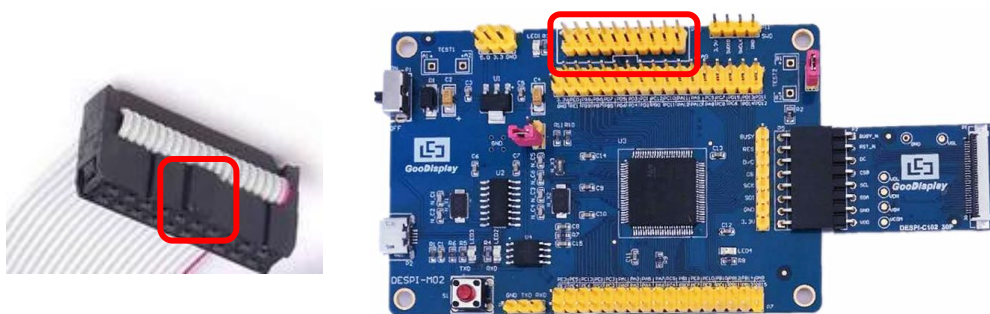

图 5 仿真器排线接口凸起及JTAG接口缺口
- 1) 将仿真器连接到主板 JTAG 接口上（注意将图 5 仿真器排线接口的凸起部分对准 JTAG 接口的缺口方向），另一端连接计算机 USB 口。